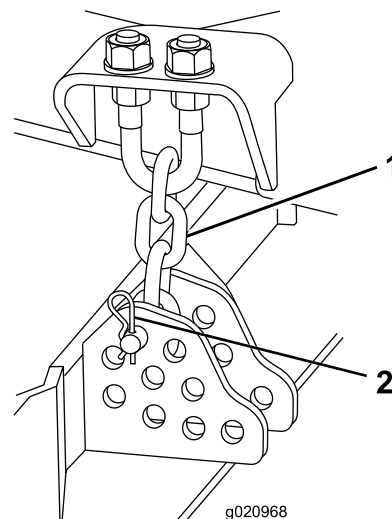

図 20
10. 刈り高チェーンをカッティングユニット後部に固定しているヘアピンコッターとクレビスピンを取り外す 図 20。